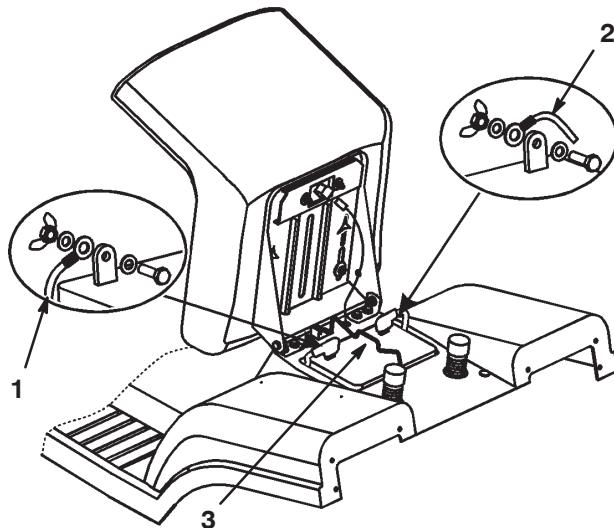

Figure 24
7. Débranchez le câble négatif (noir) de mise à la masse de la borne de la batterie (Fig. 24).
9. Débranchez le câble positif (rouge) de la borne de la batterie (Fig. 24).
10. Enlevez la tige de maintien de la batterie (Fig. 24).
1. Placez la batterie sur le châssis, en dirigeant les bornes vers l'avant de la machine (Fig. 24).
2. Fixez la batterie au châssis à l'aide de la tige de retenue (Fig. 24).
3. Connectez le câble positif (rouge) à la borne positive (+) de la batterie à l'aide du boulon et de l'écrou papillon (Fig. 24). Glissez le capuchon en caoutchouc sur la borne de la batterie.
4. Connectez le câble négatif (noir) à la borne négative (-) de la batterie à l'aide du boulon et de l'écrou papillon (Fig. 24). Glissez le capuchon en caoutchouc sur la borne de la batterie.